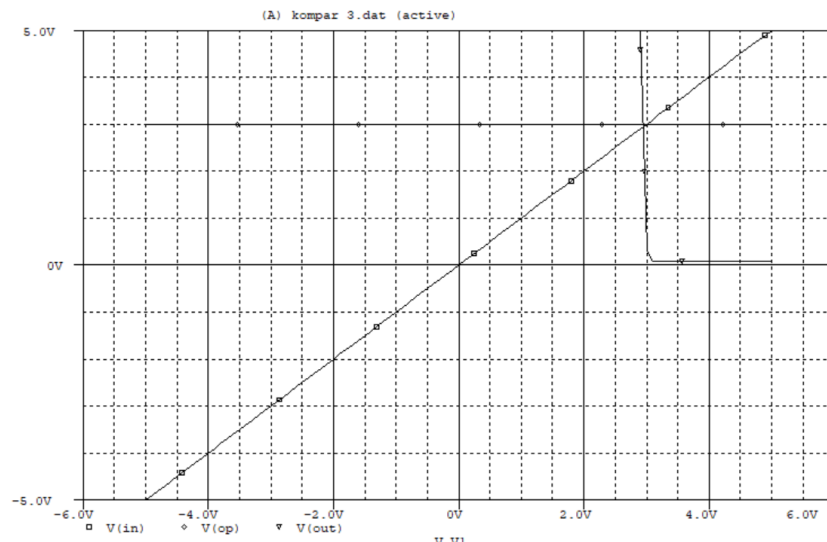

Рис. 5.9. Передатна характеристика компаратора
4. На неінвертуючий вхід ОП подати напругу відмінну від нуля. Одержати часові діаграми вхідного та вихідного сигналу, опорної напруги і передатну характеристику компаратора (рис. 5.9).